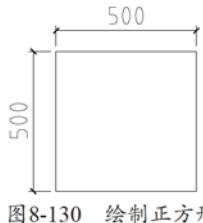

图8-130 绘制正方形
- 01 调用REC【矩形】命令，绘制尺寸为500×500的正方形，结果如图8-130所示。